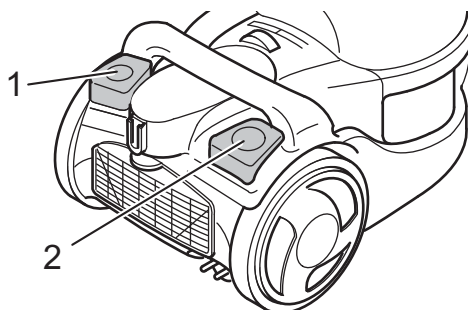

Abb. 14
1. Schalten Sie den Bodensauger am Ein-/Aus-Schalter (Abb. 14/1) aus und ziehen Sie den Stecker aus der Steckdose.
3. Drücken Sie die Kabelaufrolltaste (Abb. 14/2), um das Stromkabel einzuziehen. Führen Sie es auf dem letzten Stück mit dem Stecker in der Hand.